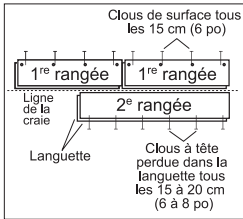

Figure 8
- Si une cloueuse pneumatique est utiliser pour enfoncer des clous perpendiculairement dans la rainure, à 13 mm (1/2 po) de la bordure, à des intervalles de 15 cm (6 po) et à 2,5 à 7,6 cm (1 po à 3 po) de chaque extrémité puis à un angle de 45° dans l'espace pour les clous sur le dessus de la languette à des intervalles de 15 à 20 cm (6 po à 8 po) (Figure 8).
- Si utilisant les clous de finition préa percé les trous de clou avec un foret de 2 mm (1/32 po) approximativement 13 mm (1/2 po) du bord du dos (le sillon), 2,5 à 7,6 cm (1 po à 3 po) de chaque fin, et à des intervalles de 15 cm (6 po) les intervalles. Préa percer au même intervalle, à un angle de 45° dans l'espace pour les clous sur le dessus de la languette (Figure 8). Enfoncer les clous perpendiculairement dans le côté de la rainure, là où des trous ont été pré-percés. Lorsque cela est fait, clouer à clous perdus à un angle de 45° dans la languette de la première rangée. Fixer avec des clous 6 ou 8. Fraiser les clous pour qu'ils soient égaux avec la rainure. Utiliser un chasse-clou pour fraiser les clous et éviter de meurtrir le bois.